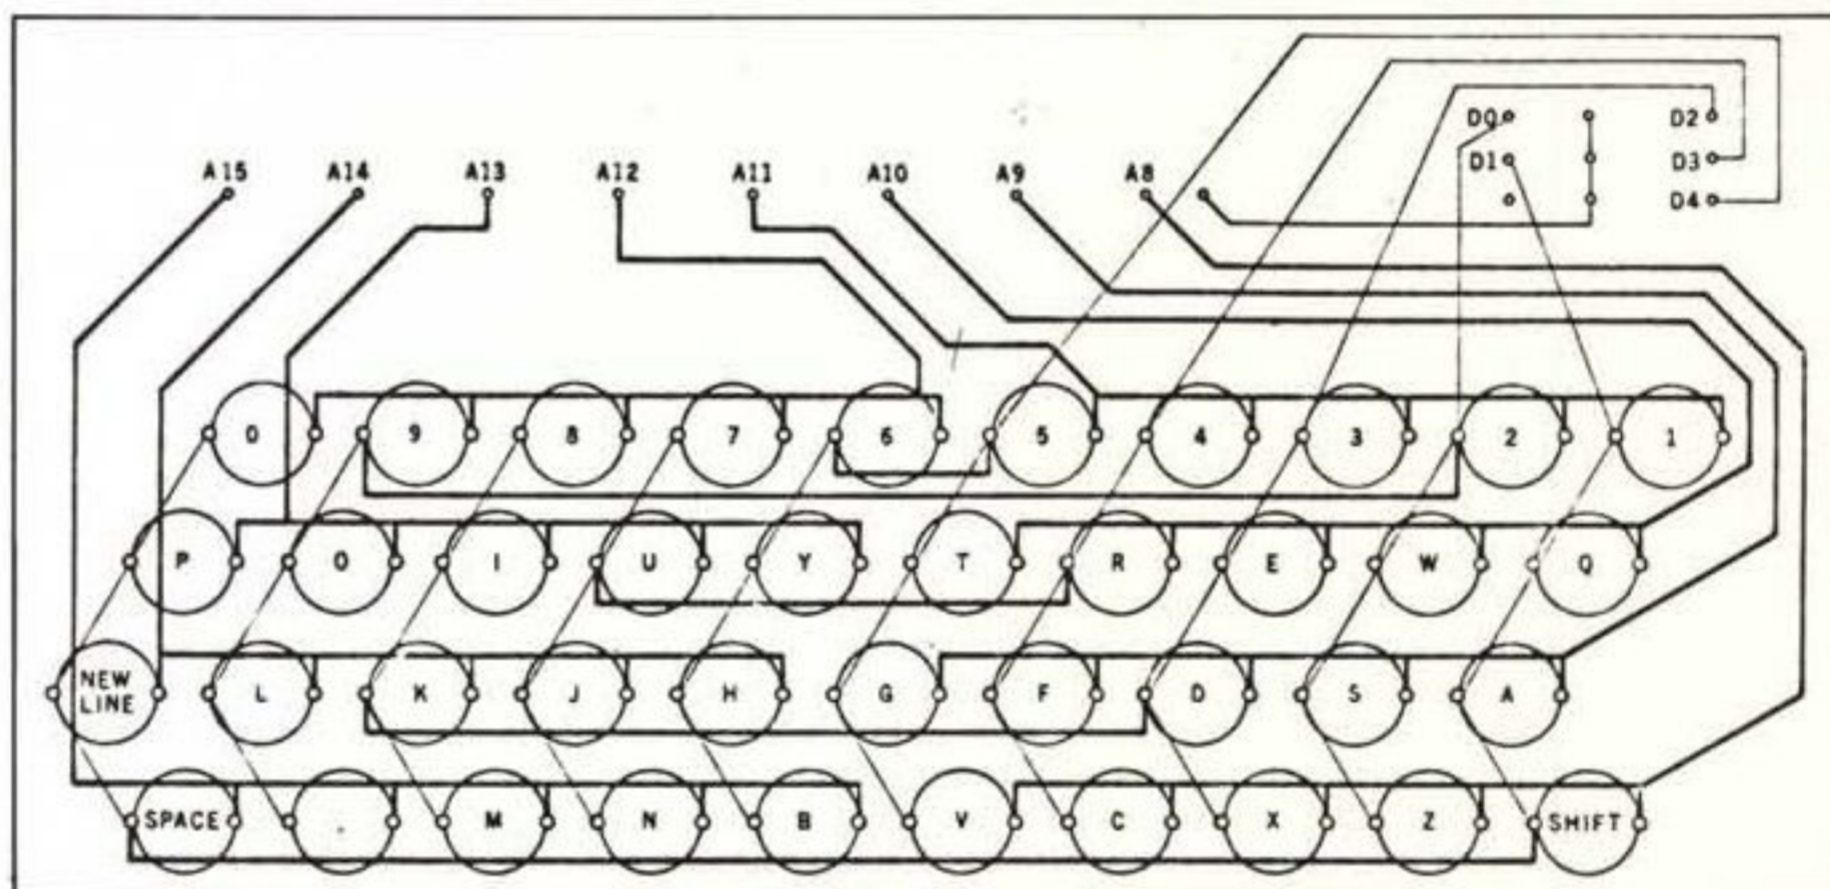

Figura 1 - Nota, le piste sottili si trovano sulla faccia superiore (lato componenti).
1) Non sono un grande esperto di ZX, ma per sua fortuna l'ultimo numero di Byte riporta proprio un articolo che risponde alla sua domanda (anche se relativamente allo ZX-80, ma le differenze non dovrebbero essere enormi). La figura 1 riporta l'attuale circuito stampato della tastiera. Per la modifica basta collegare i tasti come quelli della tastiera originale: bastano pochissimi pulsanti perché lo ZX ottiene molte funzioni e caratteri con lo shift.